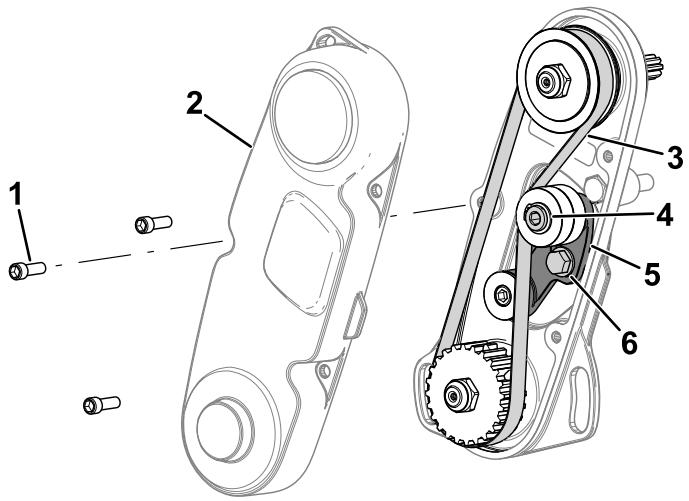

Bild 4
- C. Entfernen Sie die Riemenabdeckung, um den Riemen freizulegen (Bild 4).
- D. Lösen Sie die Schraube des Spannarms und drehen Sie den Spannarm (Bild 4), um die Spannung auf dem Riemen zu lösen.
- E. Entfernen Sie den Riemen (wie in Bild 4 dargestellt).
- G. Montieren Sie den Riemen und spannen Sie den Riemen, indem Sie die Innensechskantschraube auf ein Drehmoment von 6 bis 7 N·m einstellen, wie in **Bild 4** dargestellt.